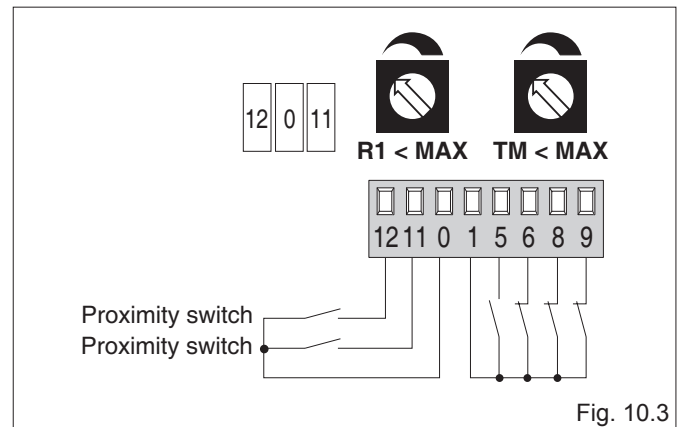

Fig. 10.3
- (Fig. 10.3) Le vantail exerce une pression sur les butées mécaniques et inverse le mouvement sur les obstacles.